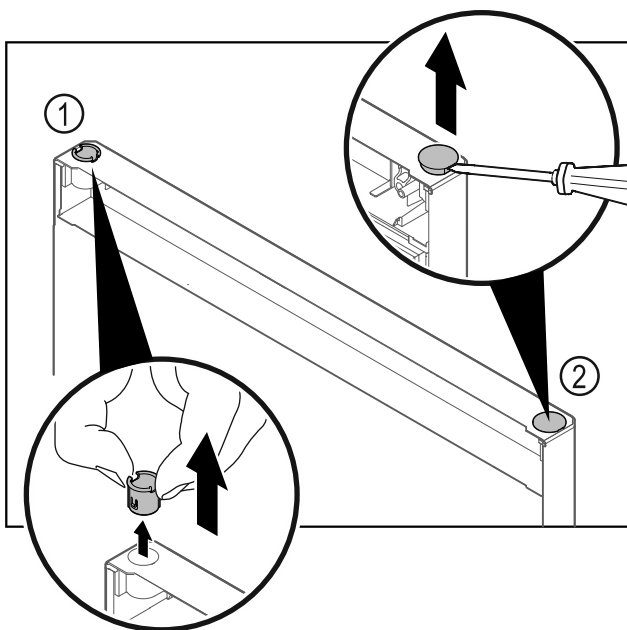

Fig. 20
- Retirer la bague Fig. 20 (1) avec les doigts.
- Soulever délicatement le bouchon Fig. 20 (2) avec un tournevis plat et le retirer.